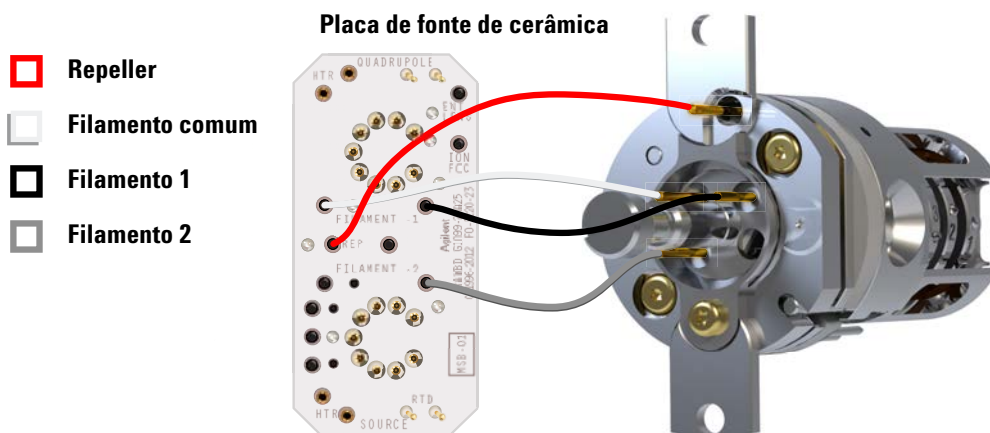

Figura 36 Fiação entre a placa da fonte de cerâmica e a fonte de alta eficiência de EI
- 1 Use pinças ou alicates com ponta agulha para conectar/desconectar os fios da fiação da placa de cerâmica (vermelho, branco, preto e cinza) nos conectores da fonte. (Consulte Figura 36).